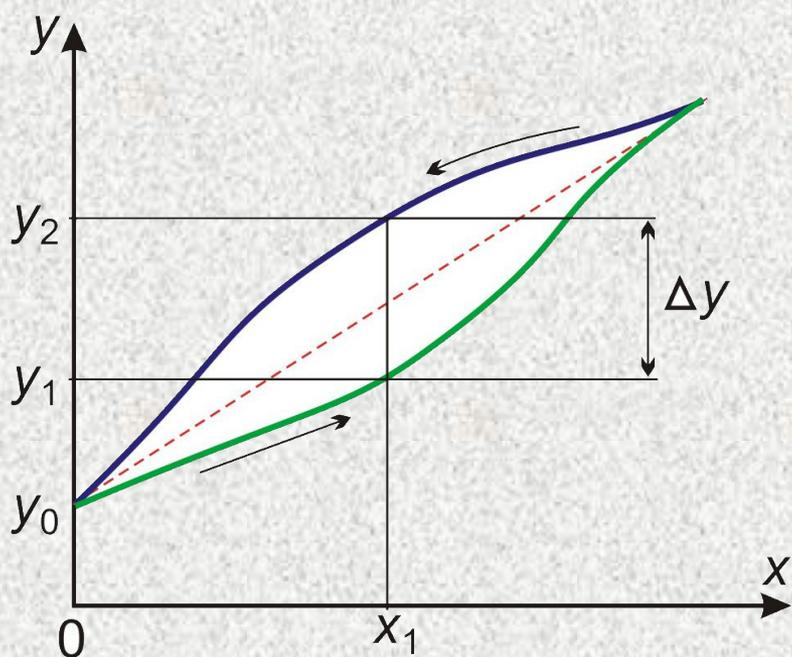

Рис. 3.
**Гистерезис** – разность значений выходного сигнала для одного и того же входного сигнала, полученных при его возрастании и убывании (см. рис. 3).